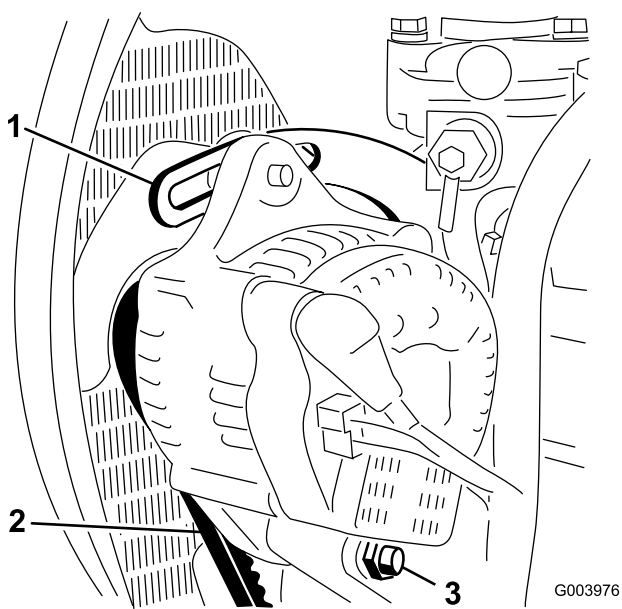

Рисунок 69
2. Проверьте натяжение ремня генератора, надавив на него (Рисунок 69) посередине между шкивами генератора и коленчатого вала с усилием 10 кг.
3. Ослабьте болт крепления скобы к двигателю (Рисунок 69), болт крепления генератора к скобе и болт оси поворота.